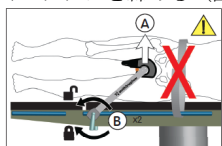

図 L3
- 8L 側臥位用テーブルアタッチメントのパッドを患者の股間に位置させる（図 L3-A）。
- 9L 両レールクランプ（側臥位）をしっかりと締める（図 L3-B）。